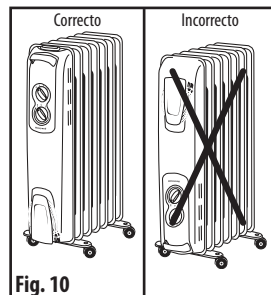

Fig. 10
- Compruebe el montaje del radiador. Si el montaje del radiador es incorrecto o su uso inadecuado, puede desprender olor a quemado o a humo (Fig. 10).